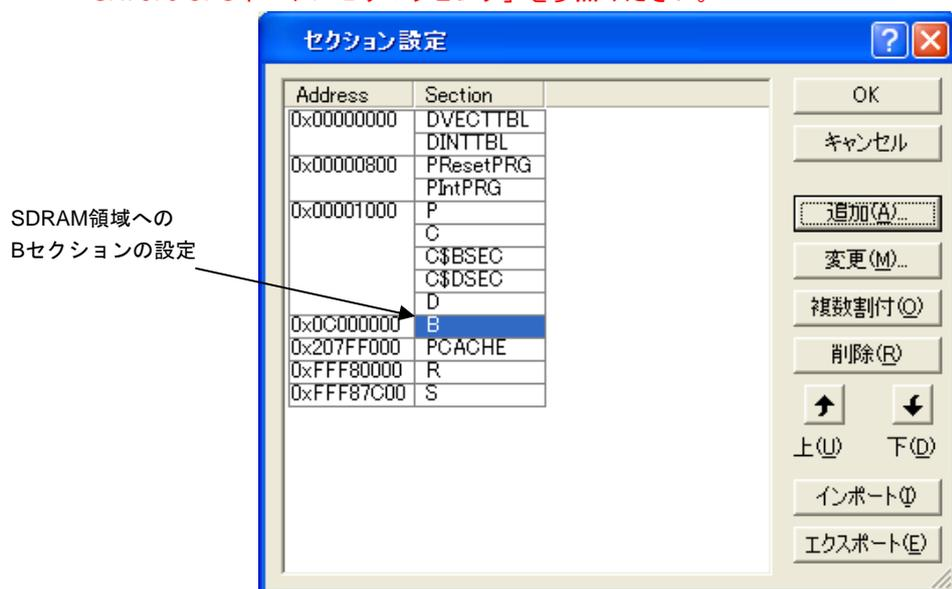

図5.3.16 セクション変更②
- (2) [セクション設定]ダイアログボックスにて、図5.3.16に示すようにBセクションをSDRAM領域に設定します。